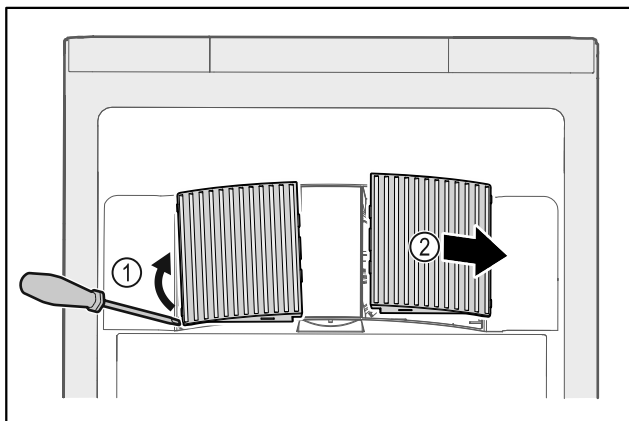

Fig. 234
- Abrir cuidadosamente las cubiertas del ventilador haciendo palanca por un lado Fig. 234 (1) y retirarlas hacia delante Fig. 234 (2).